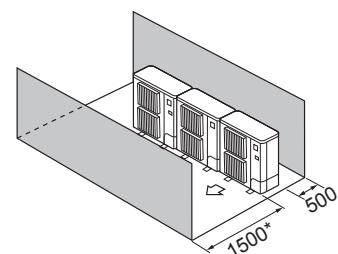

Fig. 2-12
④ Окружающие предметы - только спереди и сзади (Fig. 2-12)